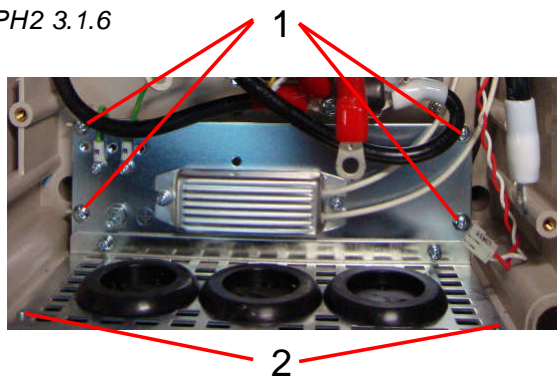

Рис.7.19
7.11.2. Установить панель в корпус, вкрутить четыре самонарезающих винта 1 и два винта 2 (рис.7.19).